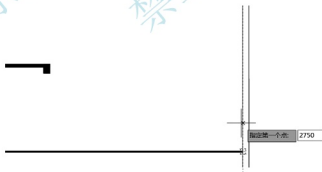

图 4.96 利用【对象追踪】辅助工具寻找水平线的起点
(1) 将【墙】图层设置为当前层。
(2) 绘制①轴线上的剖面窗。
① 打开【正交】、【对象捕捉】和【对象追踪】功能，启动【直线】命令，在 **LINE** 指定第一点：提示下，捕捉地面线的右端点，不单击，然后将光标轻轻向上拖出虚线，输入“2750”（ $2750=1650+1100$ ）后按 Enter 键，如图 4.96 所示。